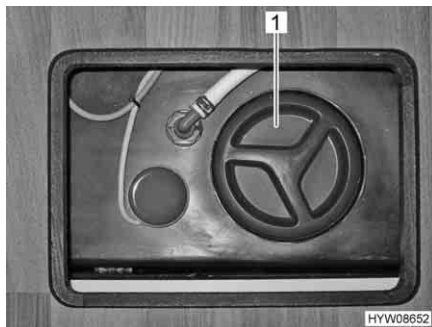

Fig. 174 Apertura per la pulizia
Ubicazione Il serbatoio delle acque grigie si trova nel doppio fondo (Fig. 174). All'apertura per la pulizia si accede dallo sportello del pavimento.
- A questo scopo aprire l'apertura per la pulizia (Fig. 174,1) per il serbatoio delle acque grigie e il rubinetto di scarico.